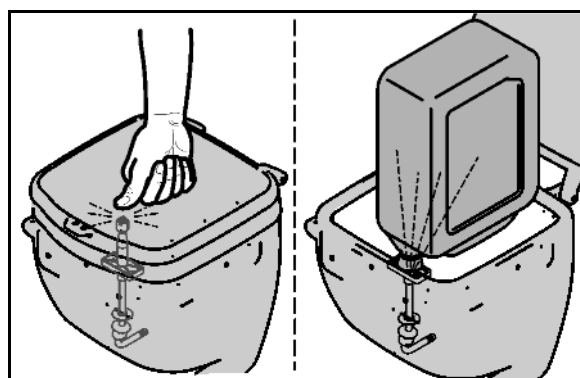

Fig. 56
- det lukkede klapplokket trykkes ned (Fig. 56).